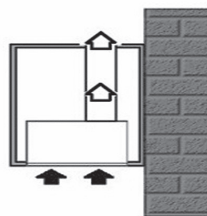

Rys. 4
6. Umocować urządzenie za pomocą załączonych wkrętów do dolnej płyty szafki (Rys. 4).